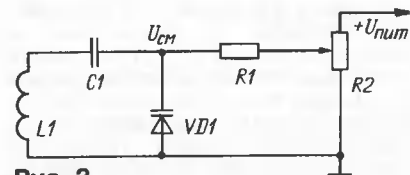
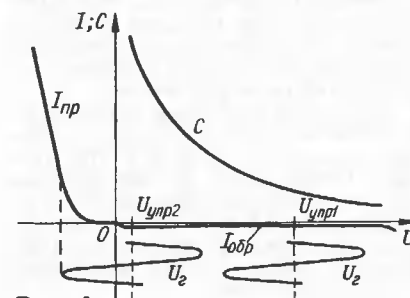

Рис. 3
Рис. 4
Есть, однако, узлы, в которых к варикапу принципиально должно быть подведено относительно большое переменное напряжение — речь идет о генераторах. На рис. 3 показана широко распространенная схема включения варикапа в колебательный контур генератора, а на рис. 4 — вольт-фарадная (C) и вольт-амперная (I) характеристики варикапа и мгновенное напряжение на варикапе (U_i) при двух значениях управляющего напряжения ($U_{упр}$). Обращаем внимание, что для наглядности на графике масштаб по оси «U» вправо от нуля и по оси «I; C» вниз от нуля укрупнен. Пока управляющее напряжение велико ($U_{упр1}$) по сравнению с амплитудой переменного напряжения